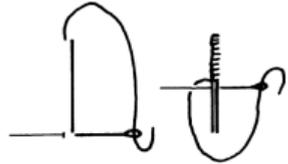

Рис. 290
ОБМЕТНАЯ ВОЗДУШНАЯ ПЕТЛЯ ДЛЯ КРЮЧКА (РИС. 290)
3. Протяните несколько нитей (2–4 в зависимости от нужной толщины) на длину, равную почти двойной ширине крючка (рис. 290).